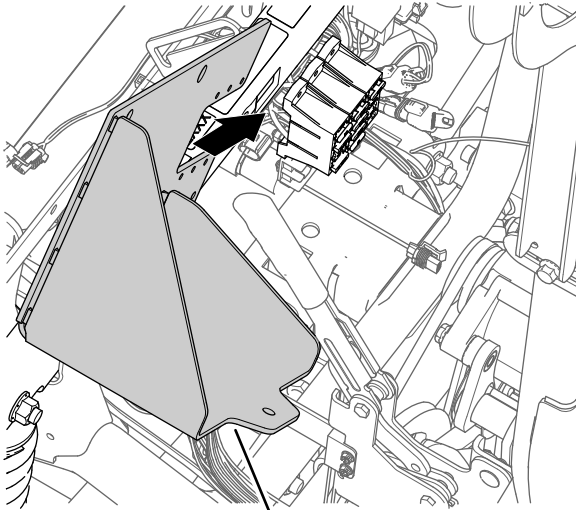

Bild 172
1. Fluchten Sie die neue Batteriehalterung mit dem Stützrohr des Stoßdämpfers der Maschine und den Sicherungskästen aus (Bild 172).